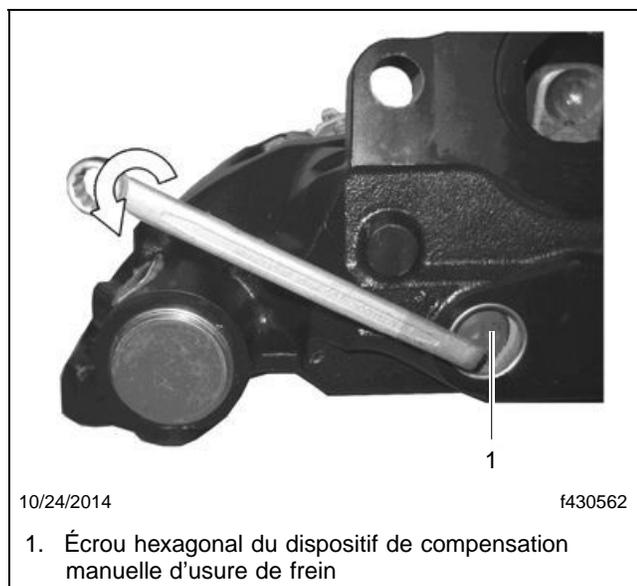
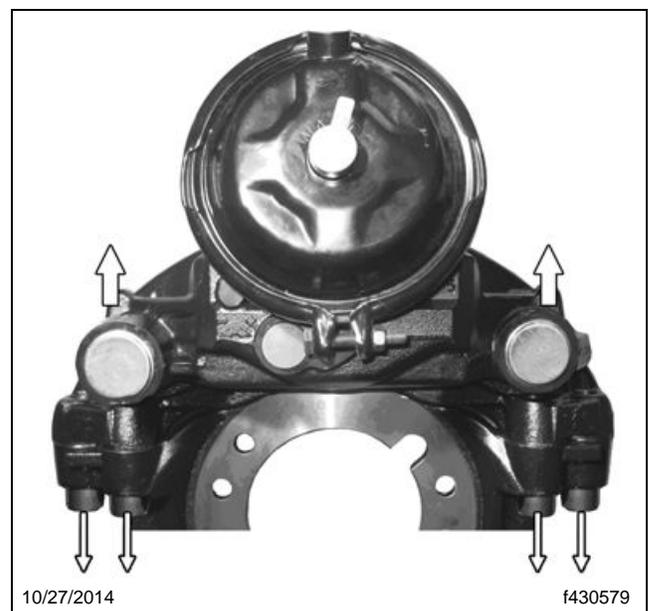
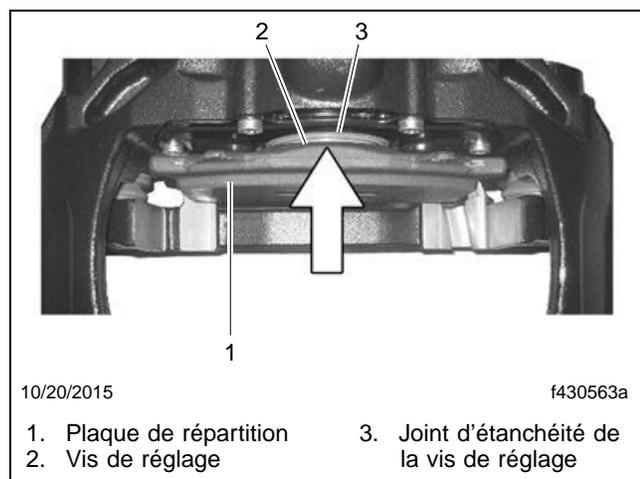

Fig. 2, Desserrage du dispositif de compensation manuelle d'usure de frein
Fig. 3, Retirez l'ensemble étrier de frein
Fig. 6, Repousser la plaque de répartition
10. Desserrez le dispositif de compensation manuelle d'usure de frein de 1/4 de tour, puis retirez l'ensemble de l'étrier du frein. Reportez-vous à la **figure 2** et la **figure 3**.
28. Desserrez le dispositif de compensation manuelle d'usure de frein, puis repoussez la plaque de répartition vers le côté récepteur de frein de l'étrier. Reportez-vous à la **figure 2**. Maintenez la plaque de répartition en prise avec le tourillon sur la vis de réglage, afin de vous assurer que le dispositif de compensation ne tourne pas, ce qui pourrait éventuellement endommager le joint d'étanchéité. Reportez-vous à la **figure 6**.